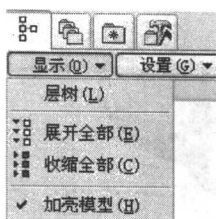

图 1-14 模型树的【显示】下拉菜单
(1) 【显示】菜单 单击模型树窗口中的【显示】下拉菜单, 则系统将会弹出如图 1-14 所
导航器在文件开启后默认显示为模型树。打开 pump_cover.prt 文件，单击图 1-14 模型树【显示】菜单，选择【层树】，或者在上工具栏中单击显示层按钮，导航器切换为层树。层一般按照类别加以归类。在默认系统设置下，零件模型中包括如图 1-19 所示的一些层。
1) 打开 pump_cover.prt 文件，单击的模型树的【显示】菜单中选择【层树】，如图 1-14 所示。